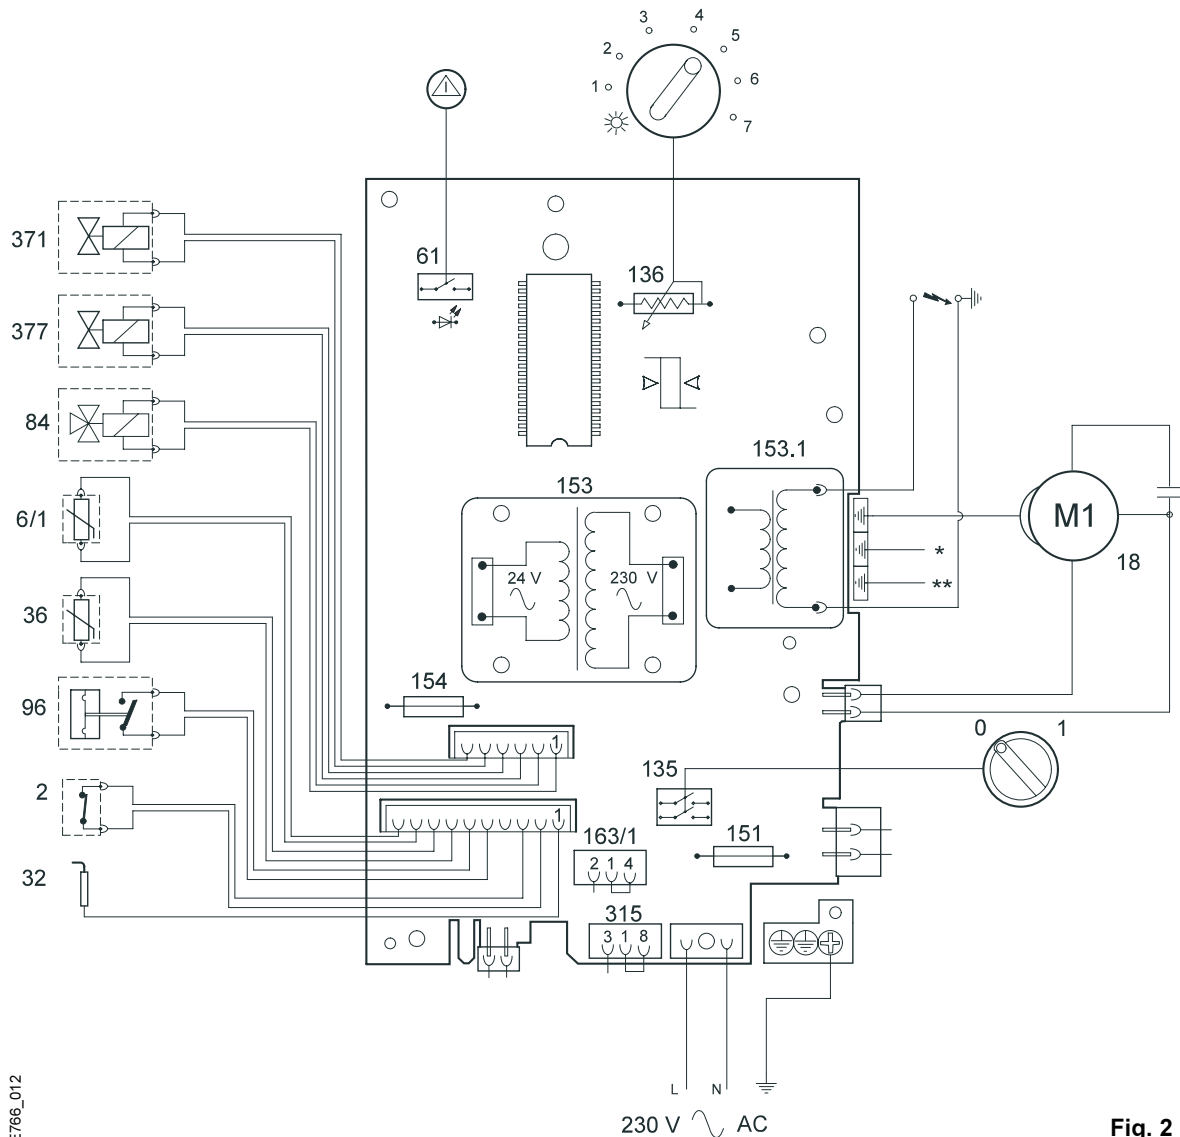

Fig. 2
Si tampoco se enciende una llama dentro de ese plazo de 10 segundos, entonces se producirá una desconexión de seguridad. En ese caso, la caldera sólo se podrá poner de nuevo en funcionamiento pulsando la tecla de desbloqueo (pos. 61, fig. 2).